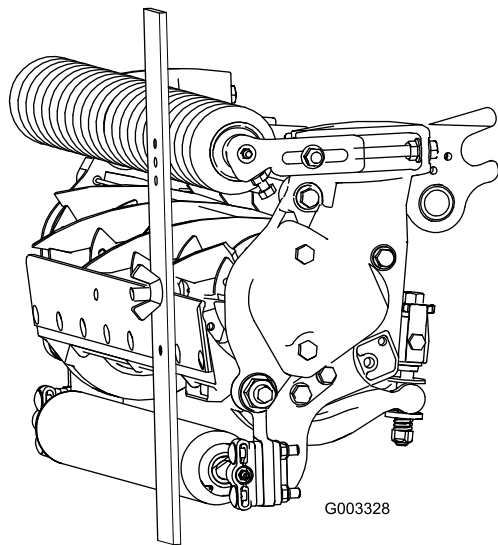

図 24
4. ゲージバーのねじの頭を下刃の先端に引っかけ、バーの後端を後ローラに当てがう 図 24。
5. バーの前端がローラに当たるように、調整ねじで調整する図 24。ローラ全体が下刃と平行になるように、ローラの両側を均等に調節する。